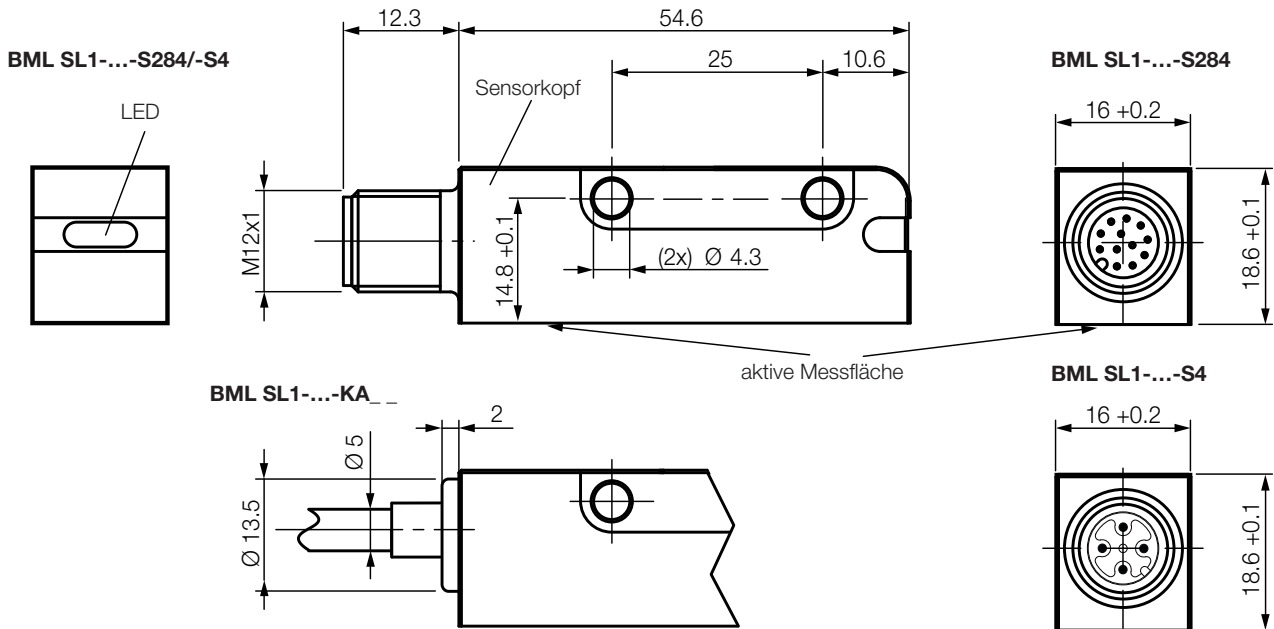
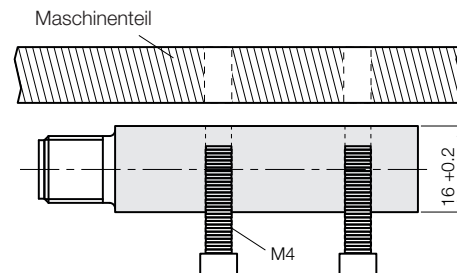
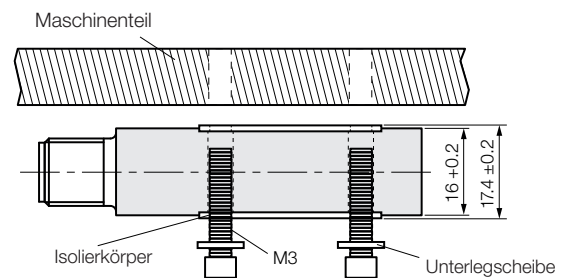

Bild 3-1: BML SL1-..., Aufbau
Bild 4-4: Sensorkopf (ohne Isolierkörper) montieren
Bild 4-5: Sensorkopf mit Isolierkörper montieren
3. Den Sensorkopf unter Berücksichtigung der Abstände und Toleranzen (siehe Kapitel 4.3.3 auf Seite 11 und Kapitel 4.3.4 auf Seite 12) mit seiner rechten oder linken Seite am Maschinenteil befestigen (siehe Bild 3-1 auf Seite 7 und Bild 4-4 bzw. Bild 4-5).